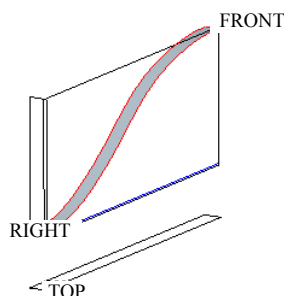

图 8.4.9 扫描曲面
Step4. 创建图 8.4.9 所示的扫描曲面。
(1) 单击 **模型** 功能选项卡 **形状** 区域中的  按钮，系统弹出“扫描”操控板。
(2) 定义扫描特征类型。在操控板中按下“曲面”类型按钮和按钮。
(3) 定义扫描轨迹。单击操控板中的按钮，在出现的操作界面中，选择 Step3 创建的基准曲线——直线作为原始轨迹。